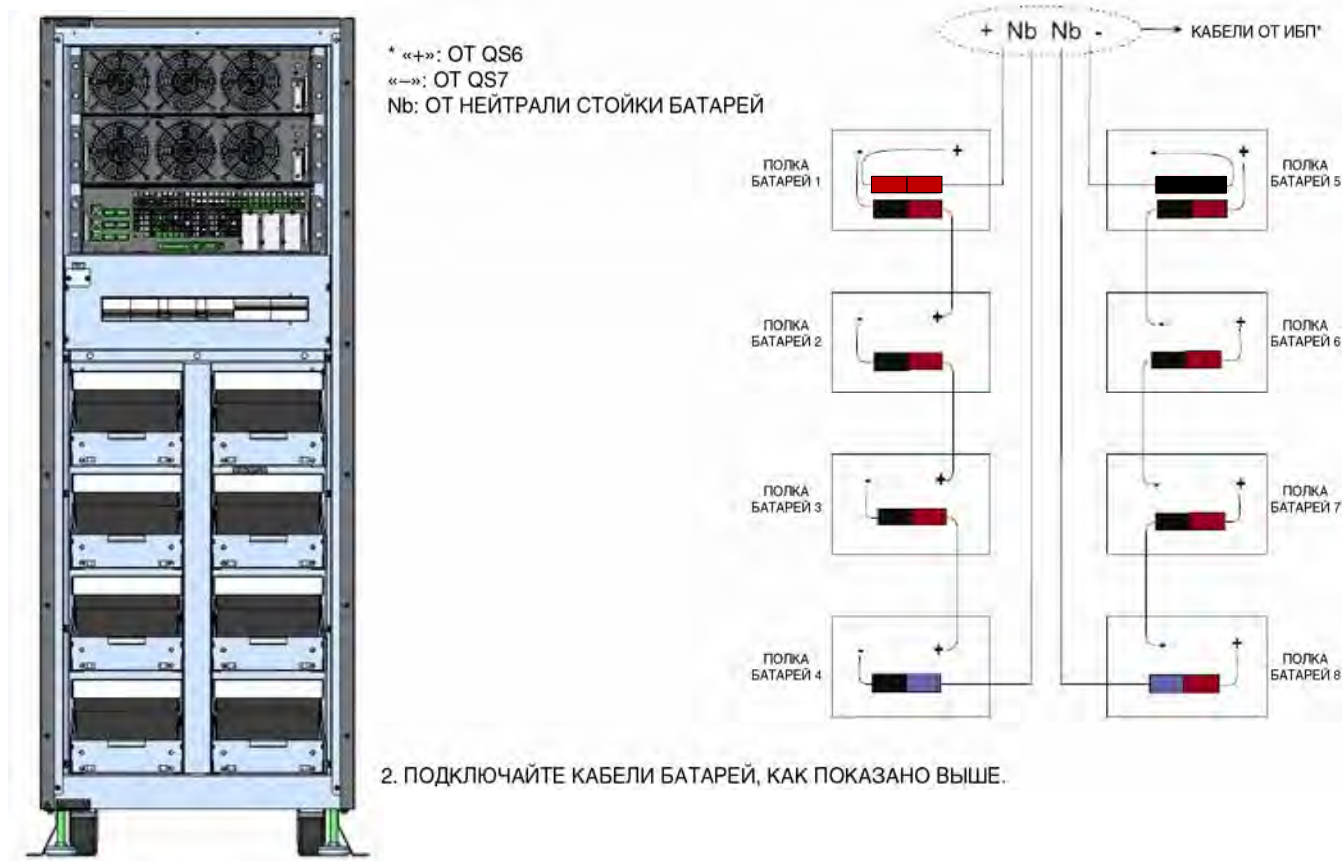
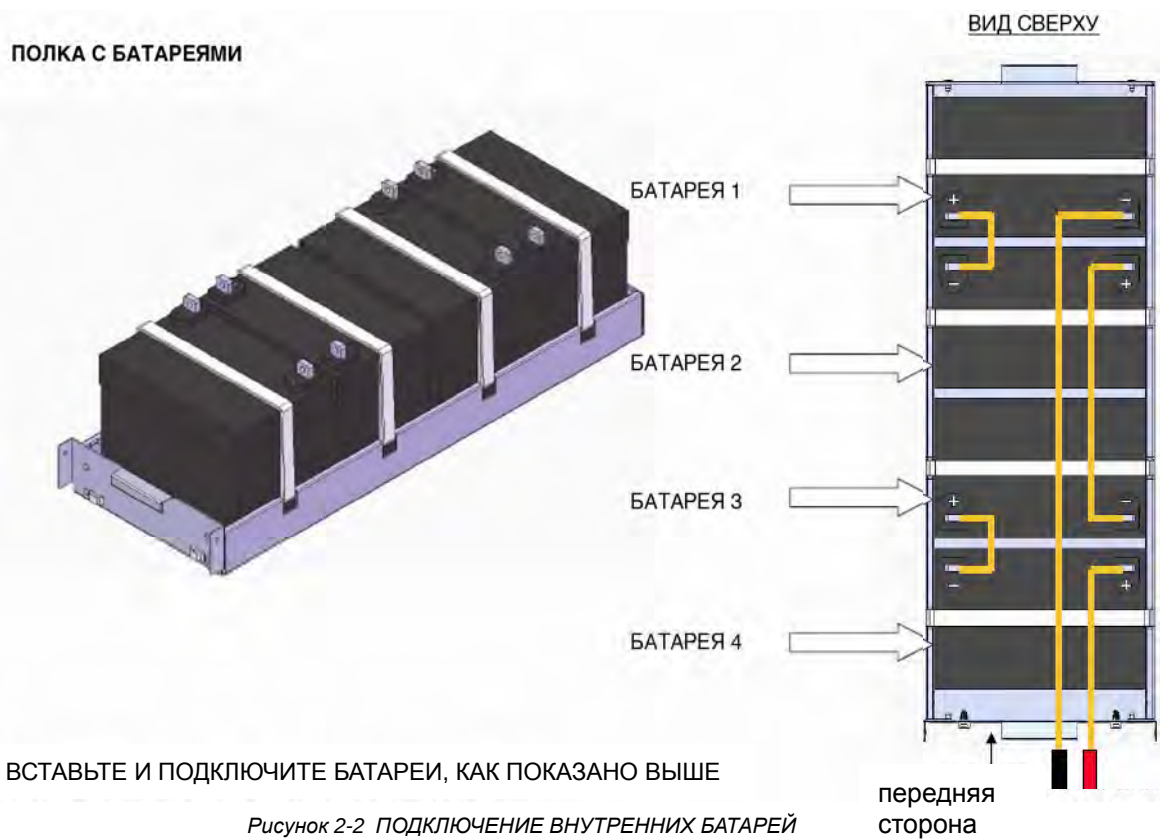

Рисунок 2-1 ПОДКЛЮЧЕНИЕ ВНУТРЕННИХ БАТАРЕЙ
Рисунок 2-2 ПОДКЛЮЧЕНИЕ ВНУТРЕННИХ БАТАРЕЙ
9. На Рисунок 2-1 и Рисунок 2-2 показано подключение кабелей для внутренних батарей. В руководстве по установке батарей описано подключение кабелей для внешних батарей.